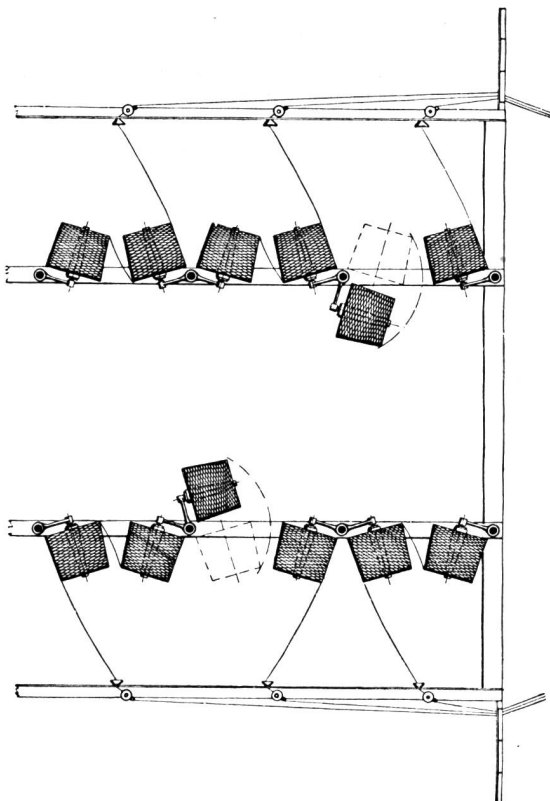

Abb. 1 Spulenanordnung für Kontinu-Gatter Modell GUZ
**Modell GUZ** oder *Kontinu-Gatter* ermöglicht ein ununterbrochenes Arbeiten. Abb. 1 zeigt die Spulenanordnung, die derart gestaltet ist, daß die Fadenenden der ablaufenden Spulen mit dem Fadenanfang der Reserve- spulen zusammengeknüpft werden können. Abgelaufene Spulen lassen sich daher während des Betriebes durch volle Spulen ersetzen. Auf ein und dieselbe Fadenbremse sind daher zwei Spulenspindeln gerichtet. Der Spulenaustausch wird vom Mittelgang aus vorgenommen. Dieser Gatter-Typ dient der ausgesprochenen Hochleistung.